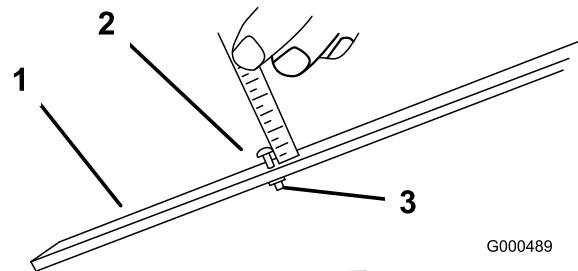

Рисунок 15
2. Ослабьте гайку на измерительной планке и установите болт регулировки высоты на требуемую высоту скашивания (Рисунок 15). Расстояние между нижней поверхностью головки болта и лицевой стороной планки – это и есть высота скашивания.